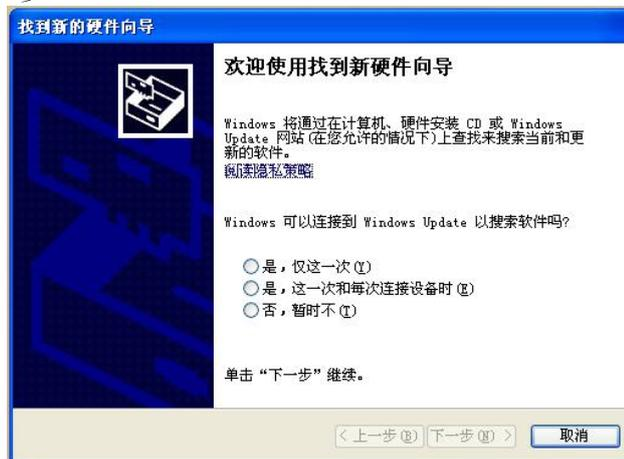

图 1.1
3. 进入 windows 后，会弹出一个“找到新的硬件向导”对话框，如图 1.1。选择“否，暂时不”，然后进行下一步。